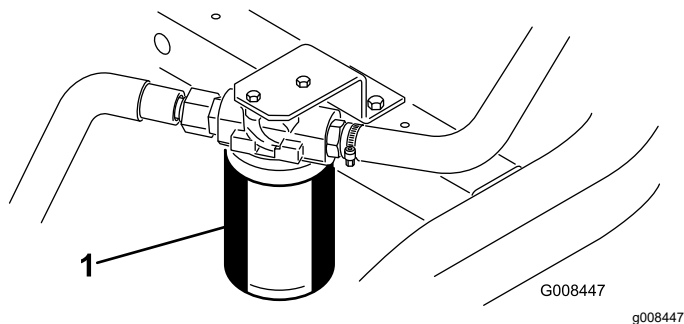

図 51
1. フィルタ容器の周辺をウェスできれいにぬぐう  **図 51**。フィルタの下に廃油受けを置いてフィルタを外す。